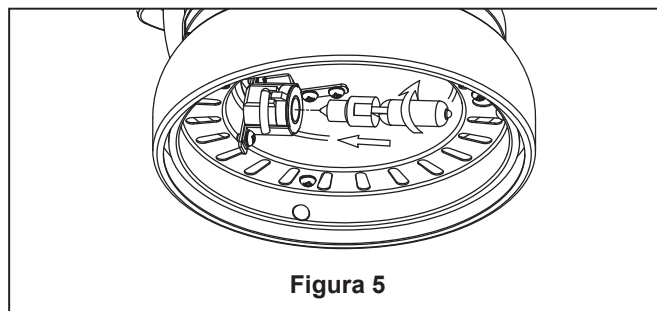

Figura 5
- ☐ 5. Introduzca la bombilla en la conexión. (Figura 5)
- ☐ **5.** Si desea que el flujo de aire se desplace en la dirección opuesta, apague el ventilador y espere a que las aspas se detengan. Luego deslice el conmutador inversor a la posición contraria y vuelva a encender el ventilador. (Figura 5)
- ☐ 5. Asegure cuidadosamente la unidad de la caja en las ranuras de montaje en el soporte del techo con un cuarto giro hacia arriba en el sentido de las agujas del reloj. (Figura 5)